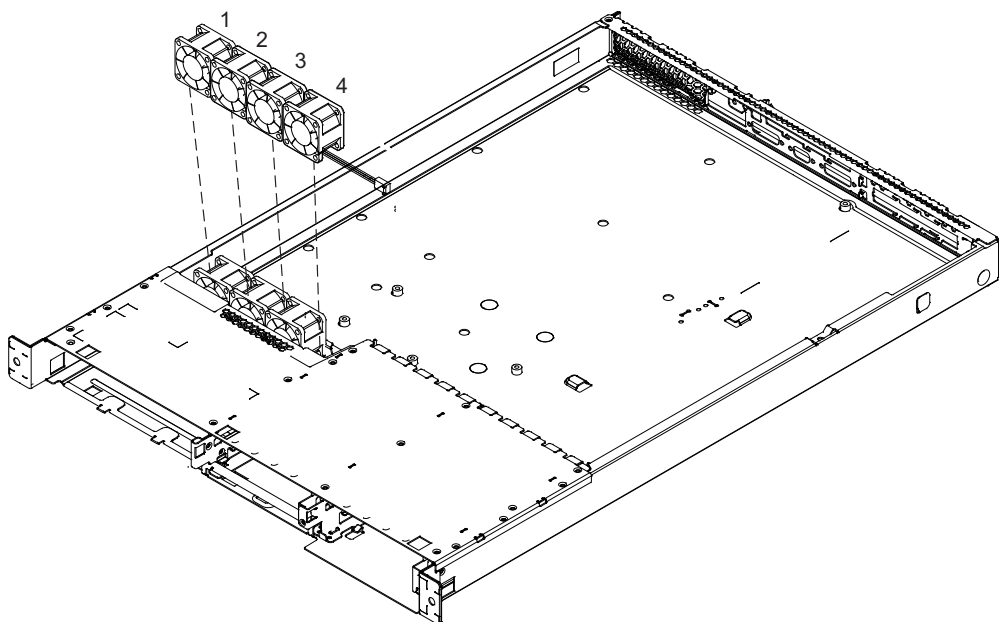

図 123. マイクロプロセッサ・ファンの取り外し
**注:** ファンには、左から右に 1 から 4 の番号が付いています。 392 ページの図 123 を参照してください。